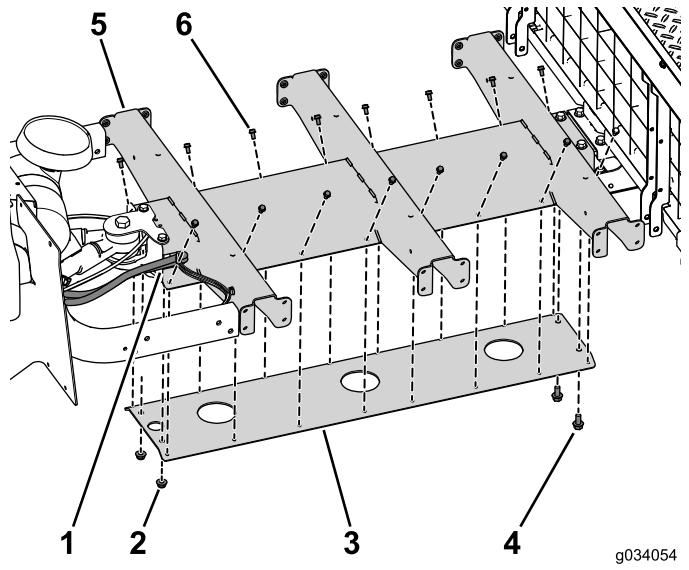

Figura 30
- Utilize os quatro parafusos (5/16 x ¾ pol.) para instalar sem apertar o suporte da plataforma no canal central (Figura 30).